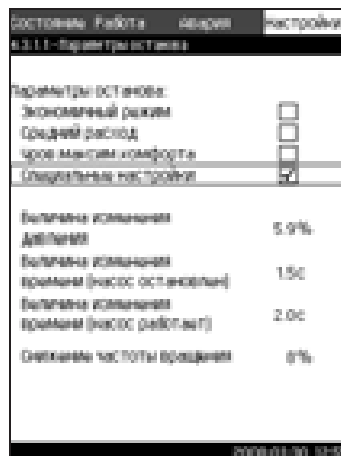

Рис. 65 Специальные настройки
8. Выберите один из параметров останова с помощью \checkmark или \wedge и сохраните нажатием ok . Если выбраны **Специальные настройки**, необходимо задать параметры, показанные на рис. 65. См. примеры ниже.